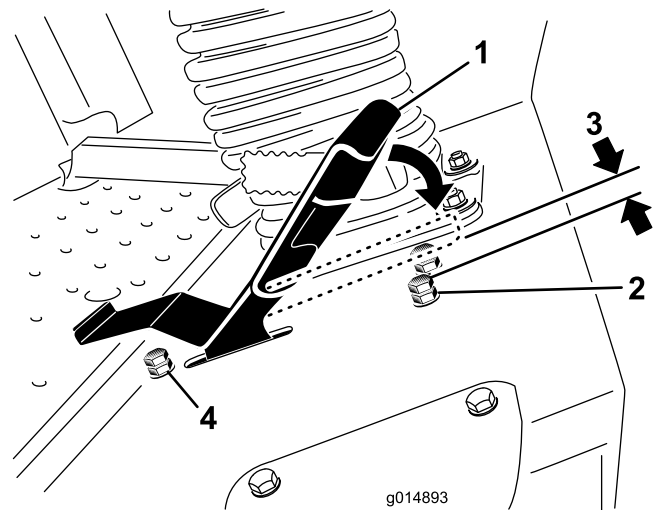

図 51
3. 走行ペダルのストップボルトについているジャムナットをゆるめる(図 51)。